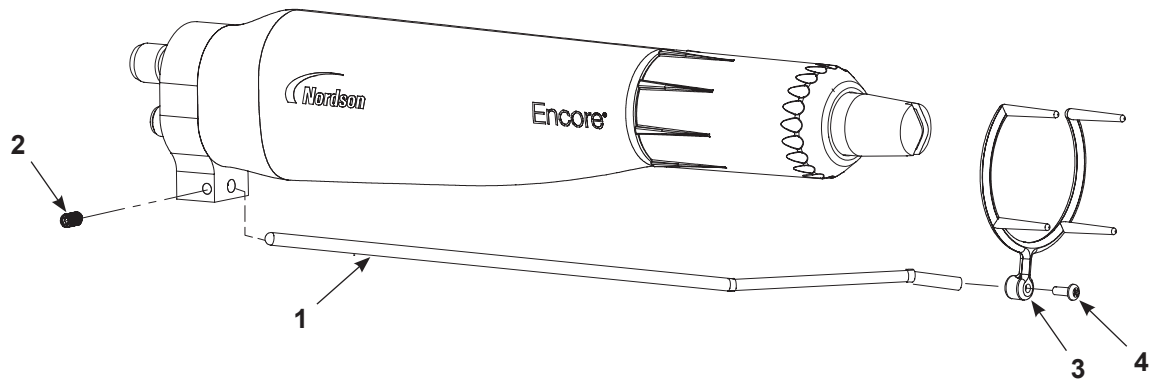

Figura 3-4 Installazione del collettore di ioni - Pistola a spruzzo con montaggio su barra (per chiarezza, alcuni pezzi non sono illustrati)
1. Vedi Figura 3-4. Inserire l'asta del collettore (1) nella piastra di messa a terra e fissarla con la vite di arresto M5 x 8 (2) in dotazione nel kit collettore di ioni.
2. Applicare la punta multipunto (3) all'asta del collettore usando la vite M3 x 8 (4).